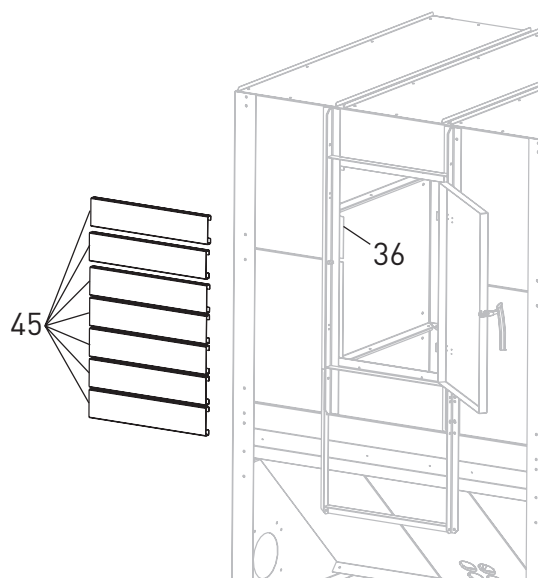

Fig. 21 Introduzione delle lamiera protettive dello sportello
Infilare le 7 lamiera protettive dello sportello (45) dall'interno in alto a sinistra nella cavità creata dal ferro a Z (36) – Fig. 21.